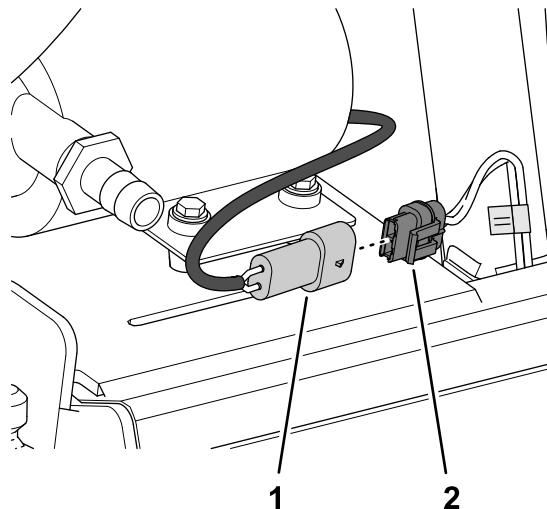

图26
- 6. 从标有冲洗泵的机器线束的 2 插槽电气接头上拔掉防尘塞 图 26。
7. 将冲洗水箱泵线束的2针接头插入标有冲洗泵的机器线束的2插槽接头 图26。